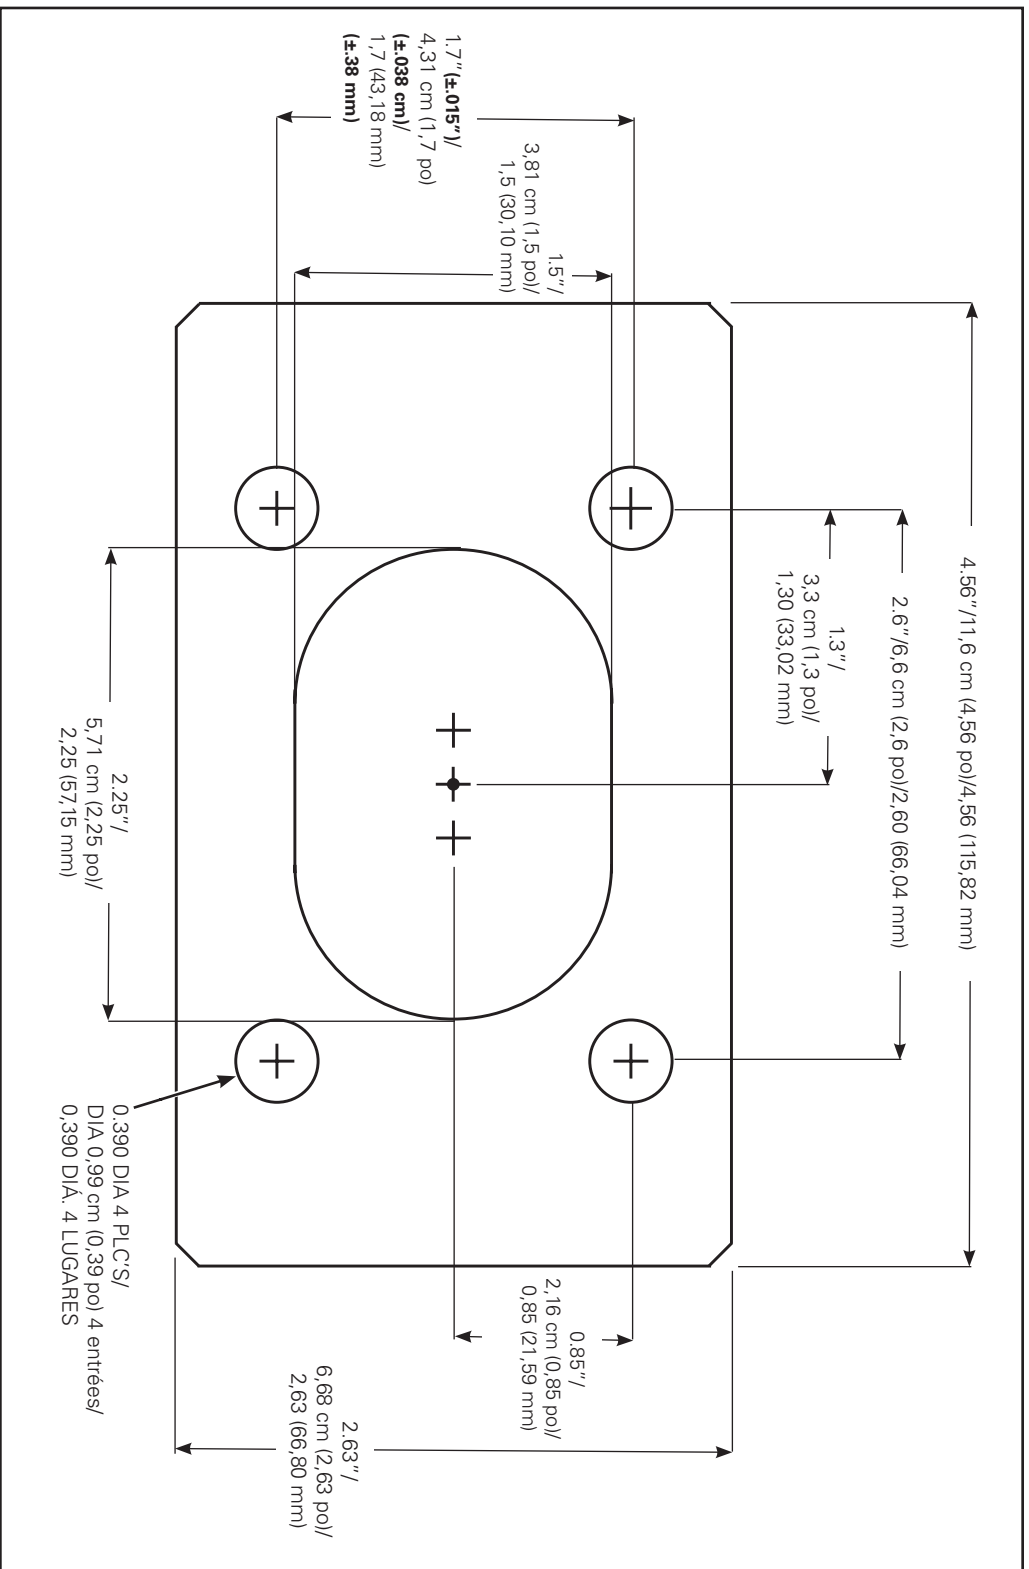

**Figura 5.**
3. Vuelva a colocar la placa de montaje del controlador en la base y conecte con la alimentación (máx. de AWG n.º 10). Para el 303-B1, conecte los cables de entrada al controlador con las tuercas herméticas para cables (Figura 4.). Para el 303-B2, conecte los dos controladores en paralelo y conecte a la entrada de alimentación con las tuercas herméticas para cables (de otras marcas). (Figura 5)